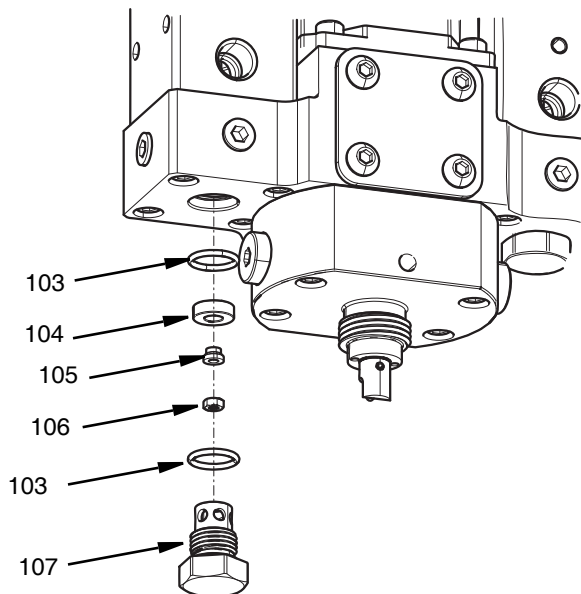

図 27
2. 19 mm オープンエンドレンチでバルブシートリテーナー (107) を取り外します。
3. 5.5 mm ソケットを使用して、リバースチップ (105) を保持しているナット (106) を取り外します。
4. バルブシート (104) と O リング (103) を取り外します。図 27 (38 ページ) を参照してください。